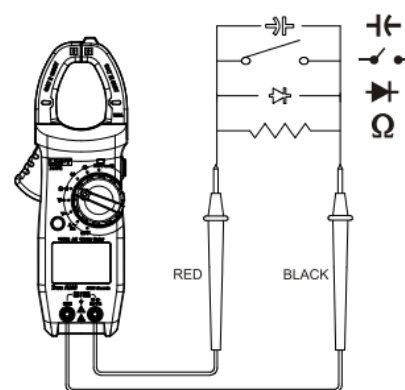

Рисунок 4
- #### 3. Измерение прозвонки, сопротивления, диодов и ёмкости (Рисунок 4)